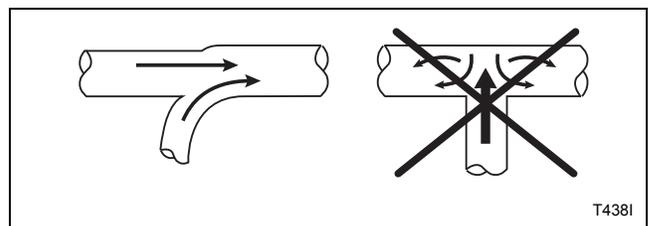

Figura 18
**NOTA:** Non collegare mai il condotto di un'asciugatrice con un angolo di 90° in un condotto del collettore. Consultare la *Figura 18*. Così facendo si causerà un'eccessiva contropressione che produrrà mediocri prestazioni. Non collegare mai i condotti di scarico di due asciugatrici direttamente uno di fronte all'altro nel punto di ingresso del condotto del collettore.